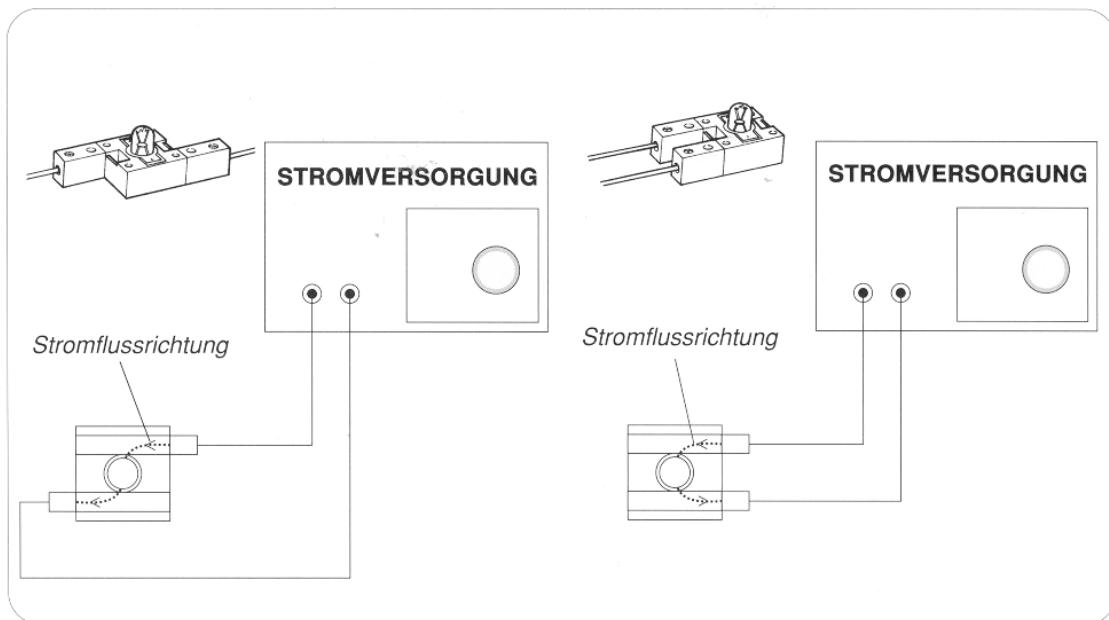

Abb. 2
- 1) Die Glühbirnenfassung von Fischertechnik enthält zwei Metallstreifen, die Elektrizität zur Glühbirne leiten. Dies bedeutet, dass man sie auf zwei verschiedene Arten in einem Stromkreis anschließen kann, wie in Abb. 2 gezeigt.
Versuche, die Glühbirne auf die in Abb. 2 gezeigten zwei verschiedenen Arten anzuschließen.